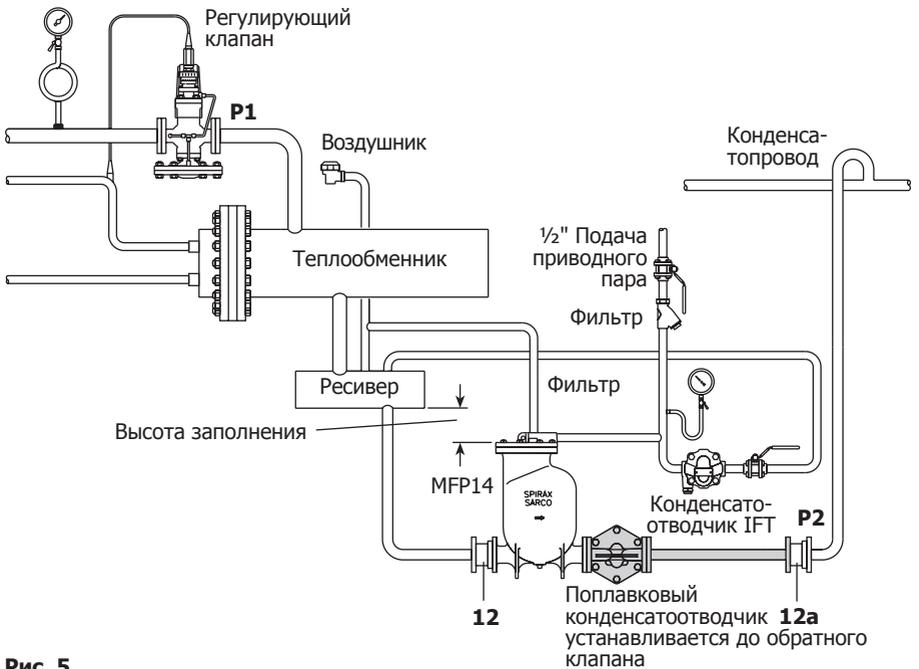

Рис. 5
6. Если существует вероятность того, что давления пара будет хватать чтобы выдавить конденсат в конденсатную линию, надо установить правильно подобранный поплавковый и конденсатоотводчик между насосом и выпускным обратным клапаном (рис. 5).